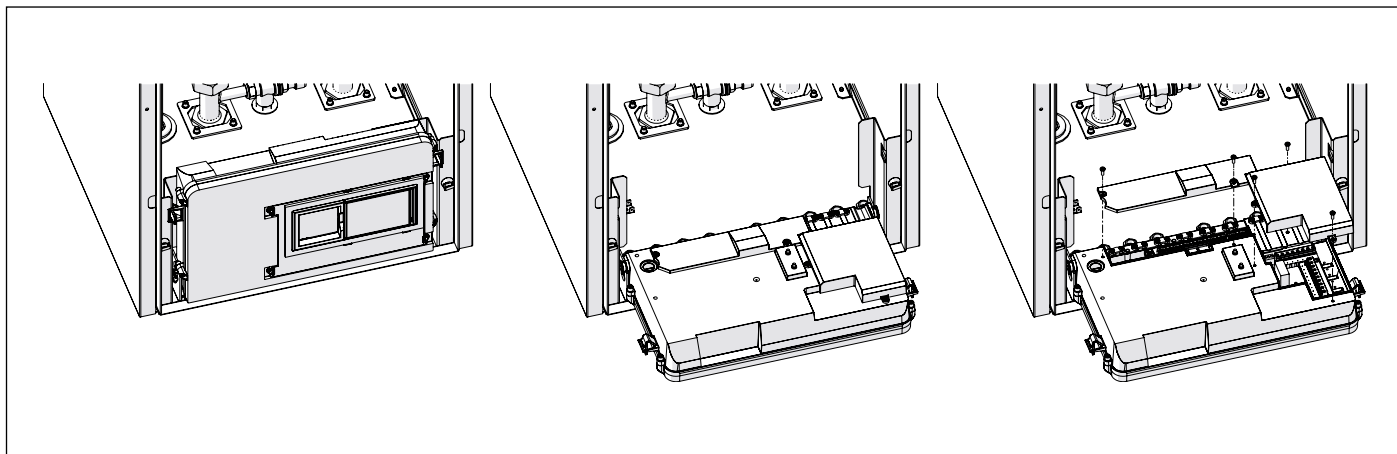

Рис. 35 Распределительная коробка
- Поверните распределительную коробку вперед на 90° (см. Рис. 35 Распределительная коробка).
- Снимите две крышки внешних электрических соединений (А и В), отворачивая винты, которые крепят их к распределительной коробке (см. Рис. 35 Распределительная коробка).